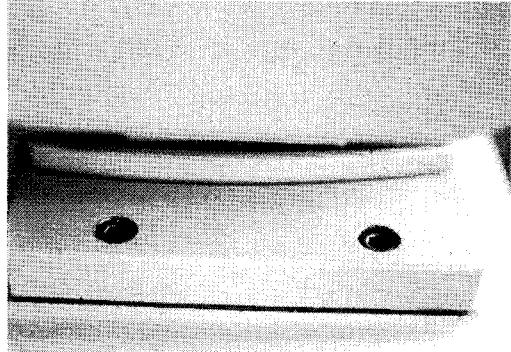

図2-25
(2) 工作物の傾きを調整する。
- ① 主軸台の左側の下にある固定ボルトをゆるめる（図2-25）。